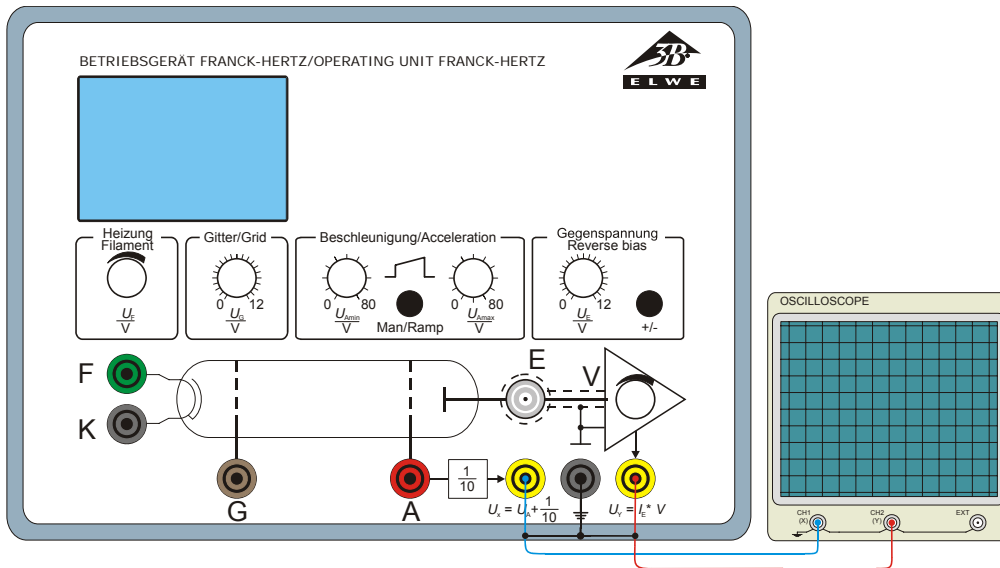

Fig. 7 Raccordement d'un oscilloscope à l'appareil pour l'expérience de Franck-Hertz
- Raccordez la sortie U_x de l'appareil pour l'expérience de Franck et Hertz au Canal 1 (déviation X) et la sortie U_y au Canal 2 (déviation Y) de l'oscilloscope. (voir Fig. 7)